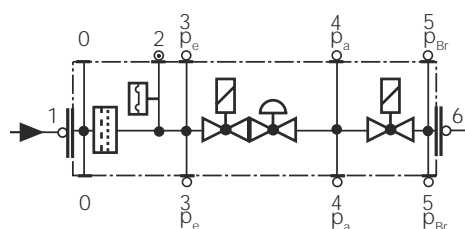

Fig. 17
- Pulire o sostituire il filtro se la differenza di pressione fra i punti 1 e 3 (Fig. 17) è  $\Delta p > 10$  mbar.
- Pulire o sostituire il filtro se la differenza di pressione fra i punti 1 e 3 (Fig. 17) risulta raddoppiata dall'ultimo controllo.